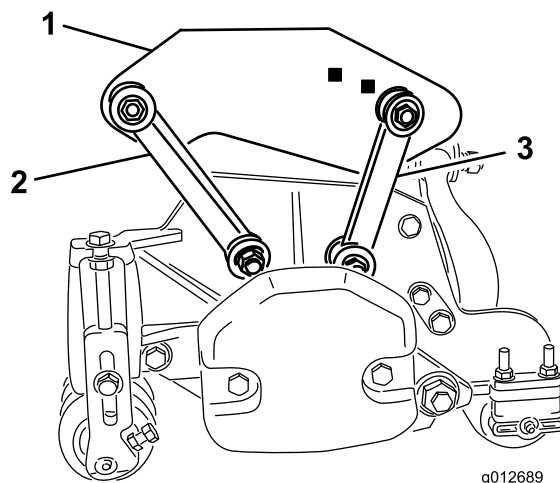

**Figura 18**
4. Coloque el bastidor de tiro trasero (Figura 18) sobre la unidad de corte trasera.